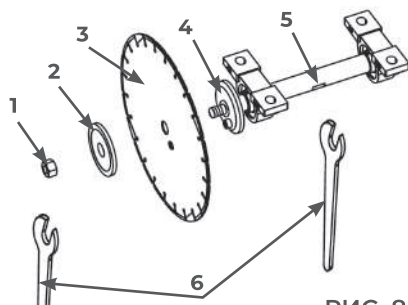

РИС. 8
- Совместите отверстия и наденьте режущий диск (3) на внутреннюю шайбу (4) и головку фиксирующего болта (5) и зафиксируйте его гайкой М6 (5) (Рис. 8).
- Установите внешнюю шайбу (2) и навинтите гайку крепления (1) (левая резьба – вращайте против часовой стрелки для затяжки).
- Надежно затяните гайку ключом, удерживая вал от проворачивания вторым ключом за лыску (5) (Рис. 8). Убедитесь в надёжности крепления.